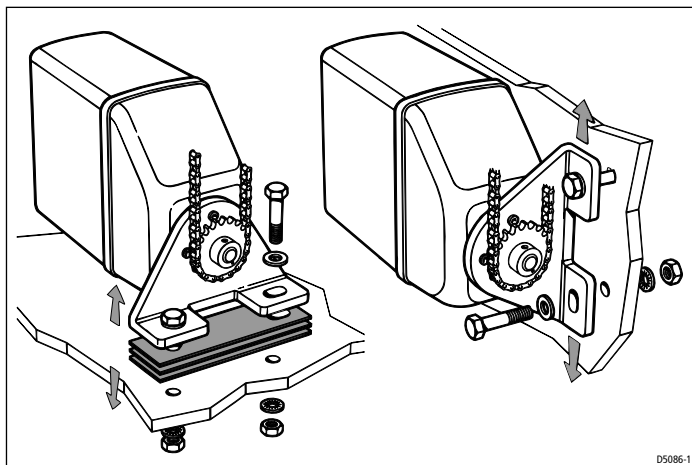

図6：チェーン張力の調整
- 必要に応じて、取り付け足を90度回転させて、より便利な取り付け位置を提供できます（図6を参照）。これを行うには、取り付け脚をドライブユニットに固定している4本のネジを取り外し、取り付け脚を回転させてから、ネジを取り付けます。
- 水平に取り付けられたドライブ：取り付け脚の下に必要なだけシムを配置します（図6を参照）。
- 垂直に取り付けられたドライブ：取り付け脚のスロットを使用して、ドライブを上下に動かします（図6を参照）。